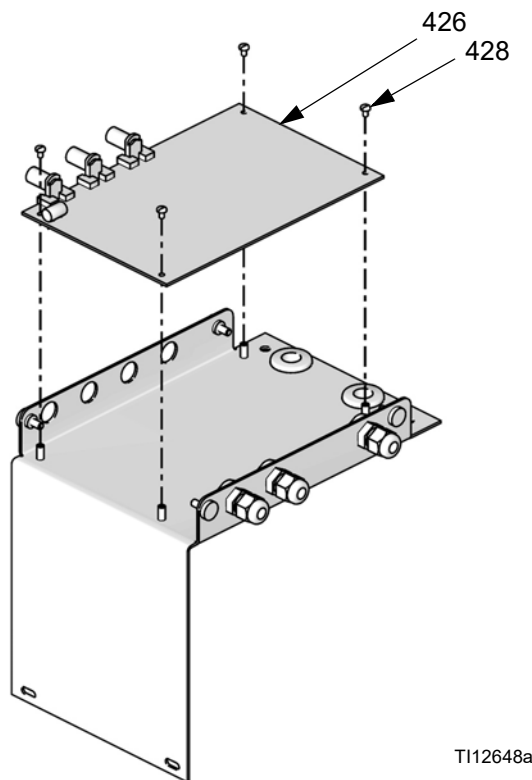

FIG. 28: Retiro de la tarjeta de control
4. Retire 4 tornillos (428). Retire la tarjeta de control (426). FIG. 28.